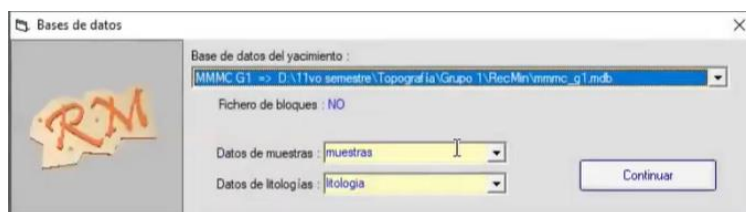

Figura 213. Dirección del archivo.
57. En la ventana “Base de datos”, verificar la dirección de la carpeta en la cual se encuentra guardado el proyecto y presionar “Continuar”. Figura 213.